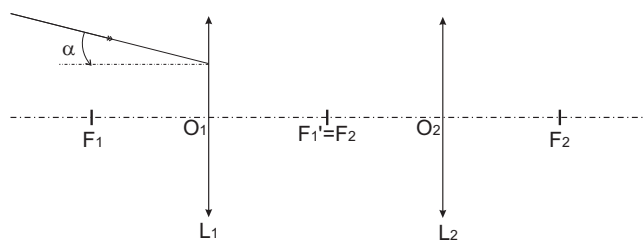

Fig. 7 – Objet à distance infinie
On considère maintenant que l'objet  $AB$  est à une distance infinie du centre  $O_1$ . L'objet est vu sous un angle  $\alpha$  depuis le centre  $O_1$ , comme indiqué sur la figure 7.
**II.2.** En reproduisant le schéma de la figure 7, faire apparaître sur le dessin, le rayon émergent et son angle  $\beta$  issu du rayon d'incidence  $\alpha$ . Le plus grand soin sera apporté à la figure et aux explications des règles de construction.